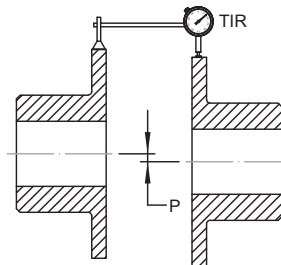

Figura 7 - Desvio paralelo Medida (TIR).
8.5. Se o desvio paralelo for medido girando-se os cubos com um relógio indicador no diâmetro externo, conforme mostrado na Figura 7, a leitura total indicada (TIR) deve ser dividida por 2 (dois) para calcular “P”.